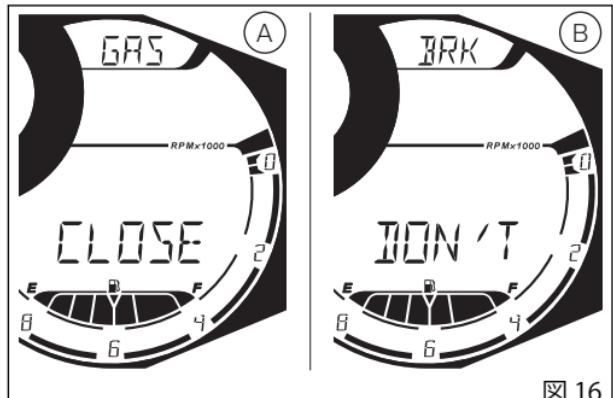

図 16
- 走行速度が 5 km/h (3 mph) 以下でスロットルグリップが開いている場合、インストルメントパネルは“CLOSE”、“GAS”(A、図 16)(スロットルを開じてください)と表示します。スロットルグリップが閉じられた場合にのみ、インストルメントパネルは選択したライディングモードを承認し、スタンダードスクリーンに戻ります。
- 走行速度が 5 km/h (3 mph) を超えていてスロットルグリップが開いている場合、インストルメントパネルは“CLOSE”、“GAS”(A、図 16)(スロットルを開じてください)と表示します。スロットル
- 走行速度が 5 km/h (3 mph) を超えていて、スロットルグリップは閉じているもののブレーキをかけている場合は、インストルメントパネルはメニュー枠内に“DON/T”、“BRK”(B、図 16)(ブレーキを放してください)と表示します。ブレーキが放された場合にのみ、インストルメントパネルは選択したライディングモードを承認し、スタンダードスクリーンに戻ります。
- 走行速度が 5 km/h (3 mph) を超えていてスロットルグリップが開いており、ブレーキをかけている場合、インストルメントパネルはメニュー枠内に “CLOSE GAS” (A、図 16)、“DON'T BRK” (B、図 16) (スロットルを開じてブレーキを放してください) と表示します。スロットルグリップが閉じられ、ブレーキが放された場合にのみ、インストルメントパネルは選択したライディングモードを承認し、スタンダードスクリーンに戻ります。
“CLOSE GAS” (A、図 16) または “DON'T BRK” (B、図 16) の表示が現れてから 5 秒以内にライディングモードの変更を有効にする上記の条件が満たされなかった場合は、選択手順は中止されます。インストルメントパネルは設定を変更せずに前の表示、ライディングモード選択入口画面に戻ります。